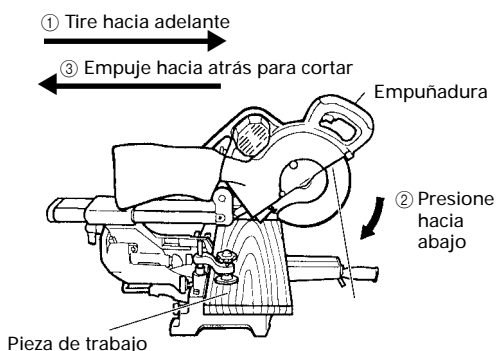

Fig. 28
Después presione hacia abajo la empuñadura y deslice la hoja de sierra hacia atrás para cortar la pieza de trabajo como se indica en la Fig. 28. Esto facilitará el corte de piezas de trabajo de hasta 3-11/32" (85mm) de altura y 12-9/32" (312mm) de anchura.
(2) Piezas de trabajo de hasta 3-9/16" (90mm) de altura y 11" (280mm) de anchura: Las piezas de trabajo de hasta 3-35/64" (90mm) de altura y 11" (280mm) de anchura podrán cortarse de la misma forma que la descrita en el párrafo 6-(1) anterior.
- \* Para el corte deslizable, siga los procedimientos indicados en la Fig. 28 anterior. El corte deslizable hacia adelante (hacia el operador) es muy peligroso porque la hoja de sierra puede salir despedida de la pieza de trabajo. Por lo tanto, deslice siempre la empuñadura alejándola de usted mismo.